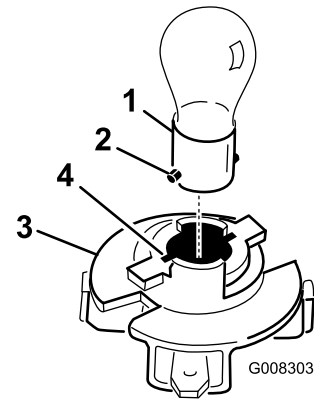

Figura 31
8. Empuje y gire la lámpara en el sentido contrario a las agujas del reloj hasta que haga tope (aprox. 1/4 de giro) y retírela del portalámparas (Figura 31).
1. Alinee los topos de la base de la lámpara con las ranuras del portalámparas e inserte la base en el portalámparas (Figura 31).
3. Alinee las pestañas del portalámparas (Figura 31) con las ranuras del reflector.